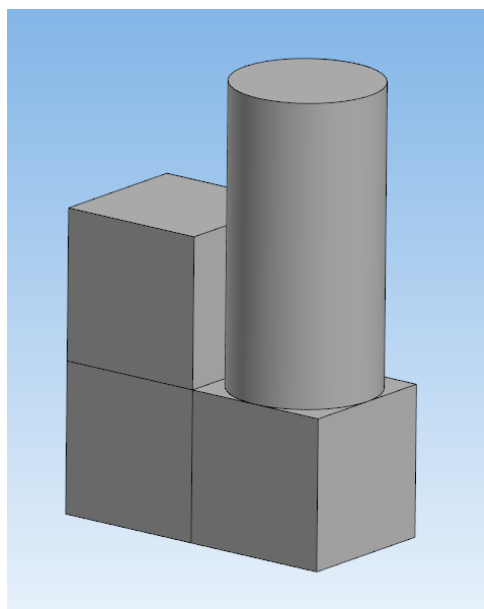

Рис. 22
7. Фигура в сезоне 2025-2026 состоит из 3 деталей 1 типа и одной 3 типа (Рис. 22).